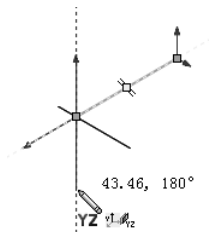
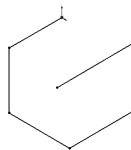

图 2-31 在 YZ 基准面上绘制的草图
图 2-32 绘制完的三维草图
(5) 改变绘制的基准面。上一步是在 XY 的基准面上绘制直线,当继续绘制直线时,光标会显示出来。按 Tab 键,会改变绘制的基准面,依次为 XY 、 YZ 、 ZX 基准面。图 2-31 所示为在 YZ 基准面上绘制的草图。按 Tab 键依次绘制其他基准面上的草图,绘制完的三维草图如图 2-32 所示。
(6) 退出三维草图绘制。再次单击“草图”面板中的“3D 草图”按钮,或者在绘图区域单击鼠标右键,在弹出的快捷菜单中单击“退出草图”按钮,退出三维草图绘制状态。